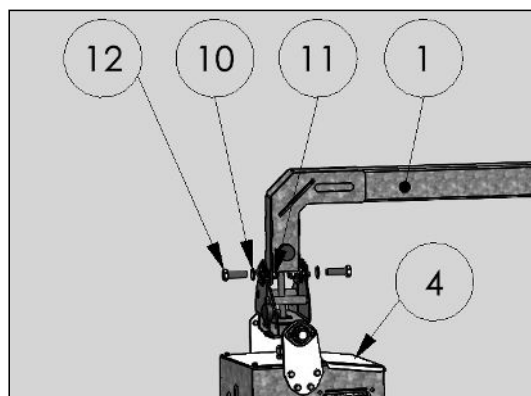

Figure 4: Montaggio spazzola con unità di propulsione
2. Avvitare il unità di propulsione (pos. 4 fig. 4) al braccio sospeso (pos. 1 fig. 4) utilizzando viti (pos. 12 fig. 4), rondelle (pos. 10 fig. 4) e dadi (pos. 11 fig. 4).